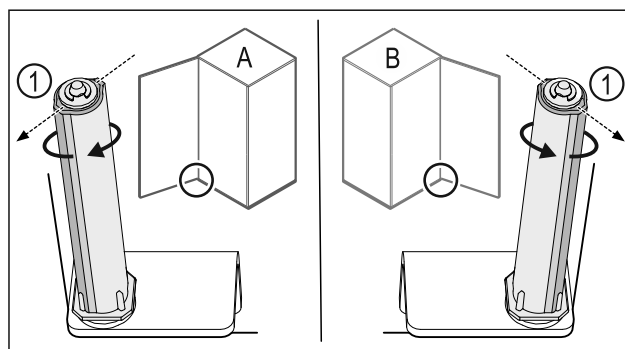

Fig. 46 Opritorul din stânga (A) / opritorul din dreapta (B)
- ▶ Rotiți sistemul de închidere până la rezistență, până când pragul sistemului de închidere Fig. 46 (1) este orientat spre exterior.